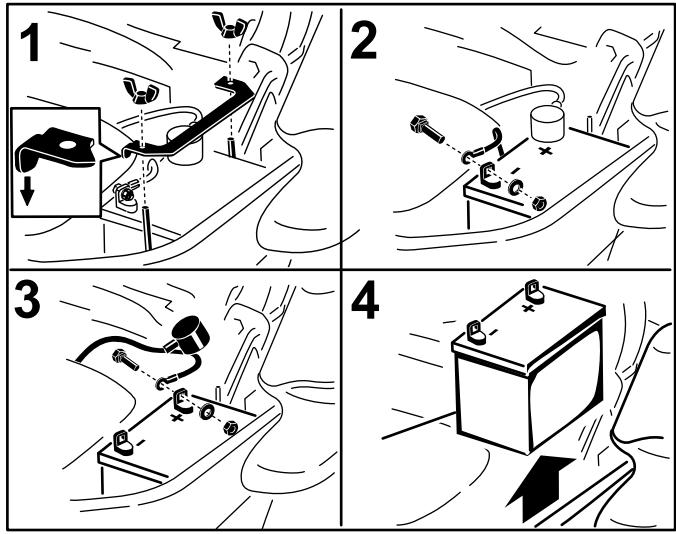

Figura 53
3. Primero desconecte el cable negativo (negro) del borne negativo (–) (negro) de la batería (Figura 53).
4. Retire la cubierta de goma roja del borne positivo (rojo) de la batería y retire el cable positivo (+) (rojo) (Figura 53).
5. Retire la tuerca de orejeta que sujetla la abrazadera de la batería (Figura 53).
6. Retire la abrazadera (Figura 53).
1. Coloque la batería en la bandeja, con los bornes frente al depósito de aceite hidráulico (Figura 53).
4. Fije los cables con 2 pernos, 2 arandelas, y 2 contratuerzas (Figura 53).
6. Instale la abrazadera y sujétela con la tuerca de orejeta (Figura 53).